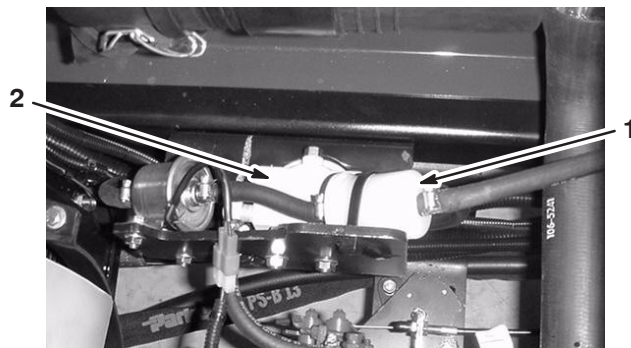

Bild 39
4. Lockern Sie die Schlauchklemmen und schieben sie auf dem Schlauch vom Filter weg (Bild 39).